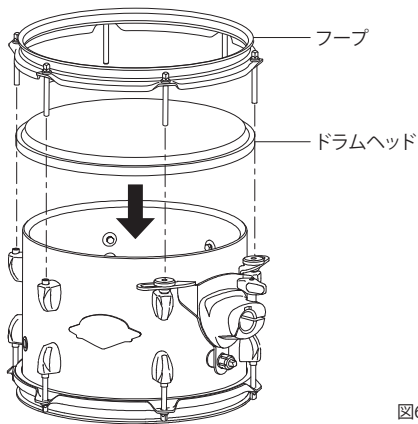

図6
6. 最後にドラムヘッド、フープを取り付けて付け替えは完了です(図6)。